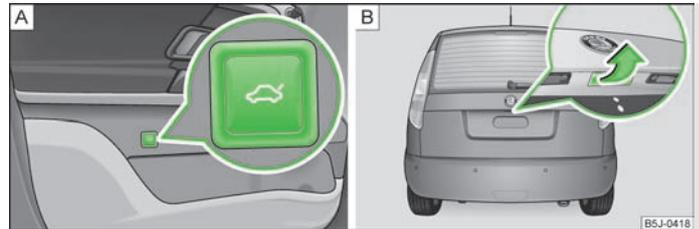

Fig. 16 Déverrouiller le capot du coffre à bagages/la poignée du capot
- **Sur les véhicules sans verrouillage centralisé**, appuyez sur la touche de la porte du conducteur » fig. 16 - [A] et ouvrez le hayon dans le sens de la flèche » fig. 16 - [B].
- **Sur les véhicules avec verrouillage centralisé**, appuyez sur la poignée et soulevez simultanément le capot du coffre à bagages » fig. 16 - [B].